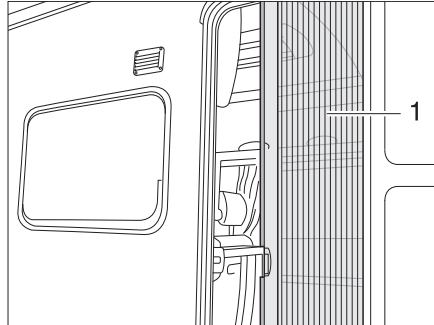

Fig. 41 Moustiquaire
- Tirer jusqu'au bout la moustiquaire par la barrette (Fig. 41,1).
- Remettre la moustiquaire en position initiale en la poussant par la barrette (Fig. 41,1).